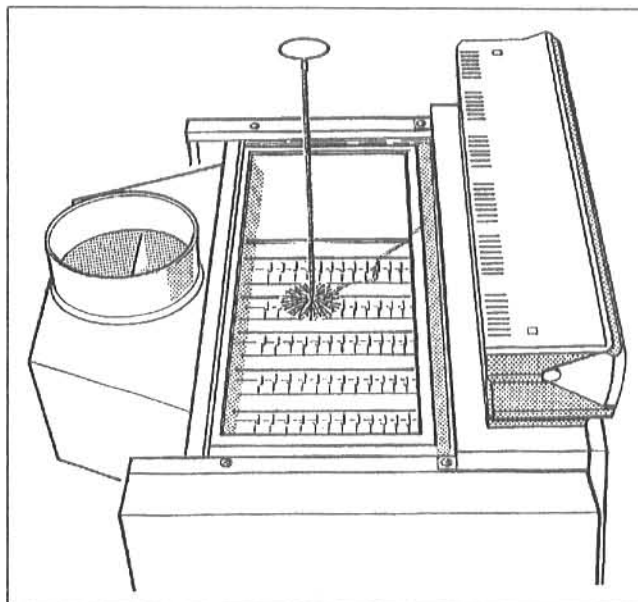

Fig. 41: Curățirea cu peria
- Se periază canalele gazelor de încălzire (Fig. 41).